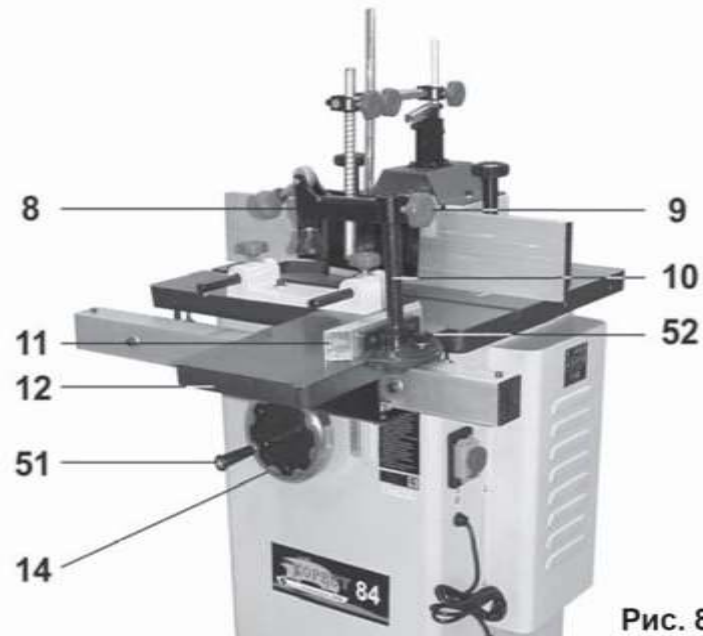

Рис. 8
8.3.1. На подвижном столе (12) установите стойку (10). На стойке (10), используя шайбу и винт фиксации (52), установите и закрепите направляющая скоса (11), Рис.8.
8.3.2. На стойке (10), винтом фиксации (9), закрепите прижимное устройство (8), Рис.8.
8.4.1. Установите и закрепите ручку (51) контргайкой на маховик установки высоты фрезы (14), Рис.8.